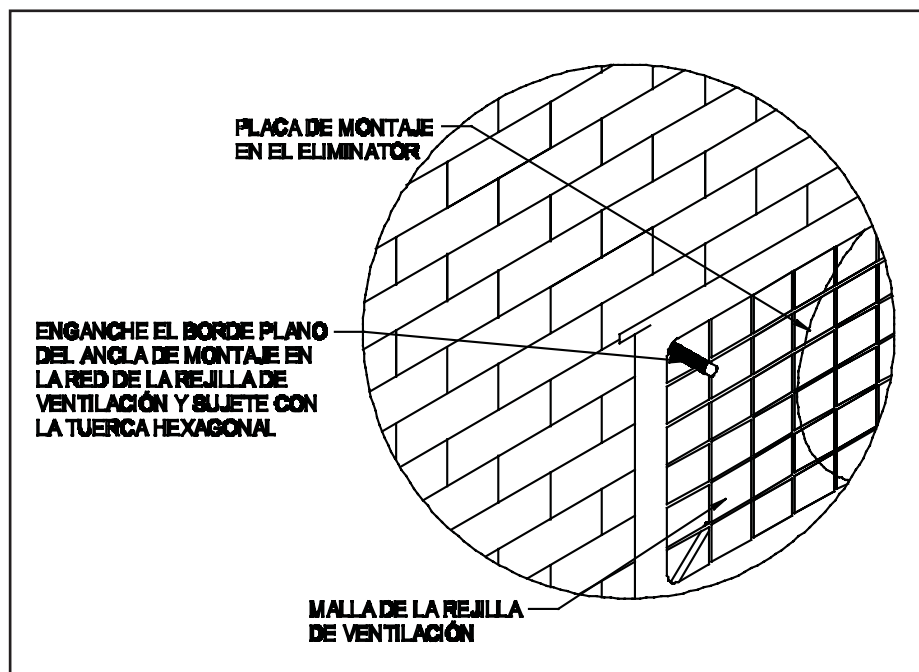

Figura 4
3. Asegure el ELIMINATOR™ contra la malla de rejilla de ventilación con as anclas de montaje que se suministran. Introduzca el borde plano del ancla de montaje a través de los orificios ranurados en la placa de montaje del ELIMINATOR™ y enganche la malla de la rejilla de ventilación. Sosténgalo en su lugar e instale la arandela plana y la tuerca hexagonal que se suministran. Después de que se hayan instalado los cuatro (4) soportes de montaje, apriete las tuercas. (Ver Figura 4)